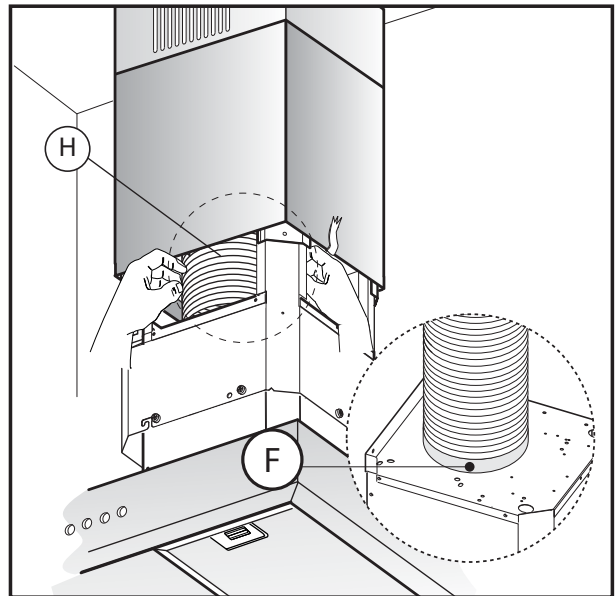

Fig.10
- Fixer le tuyau d'évacuation air **H** (pas fourni avec l'appareil) sur la bride de raccordement **F** (**Fig.10**).